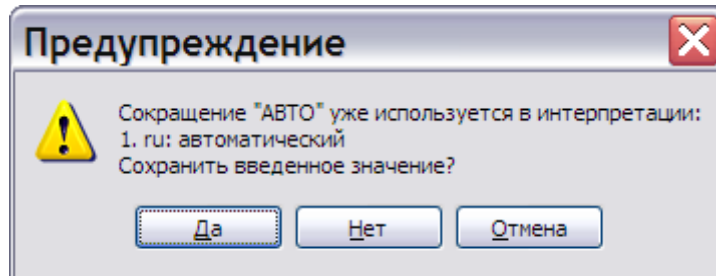

Рис. 7.8
3. Нажмите на кнопку  **Применить**. После этого появится окно с запросом (Рис. 7.8).